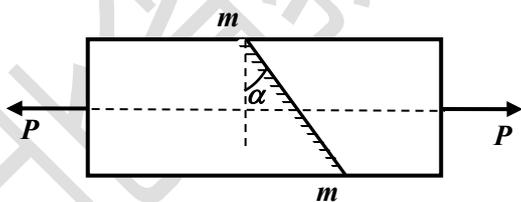

图 1
3、如图 1 所示直杆, 横截面面积为  $A=100\text{mm}^2$ , 载荷  $P=10\text{kN}$ , 则  $\alpha=60^\circ$  斜截面上的正应力和切应力分别为\_\_\_\_\_。